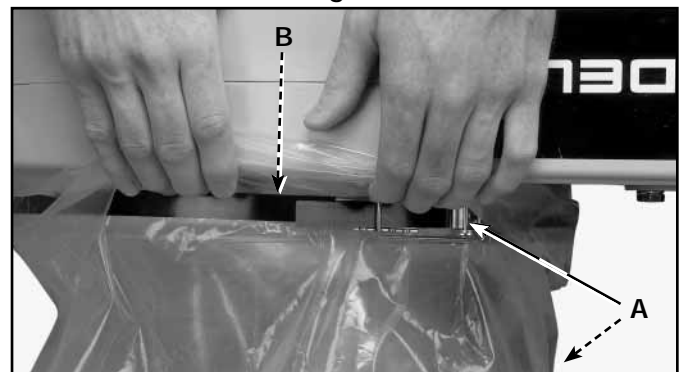

Fig. 10A
2. Coloque la abrazadera y el conjunto de bolsa plástica (A) Fig. 10A, y sujete firmemente la abrazadera como se muestra.